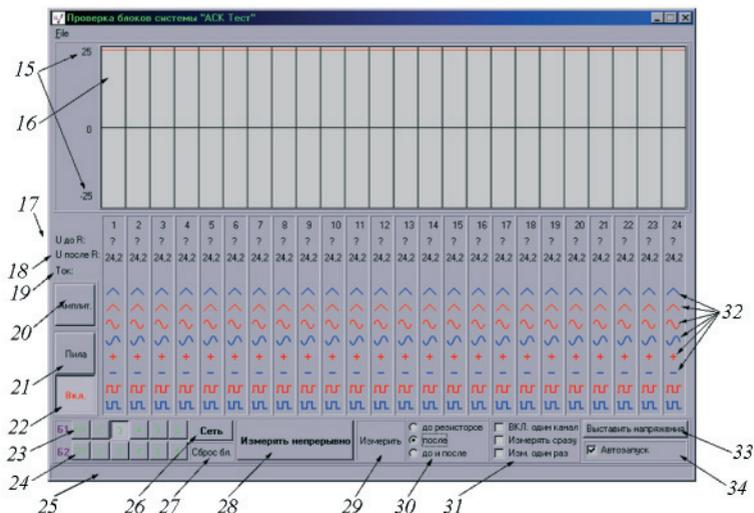
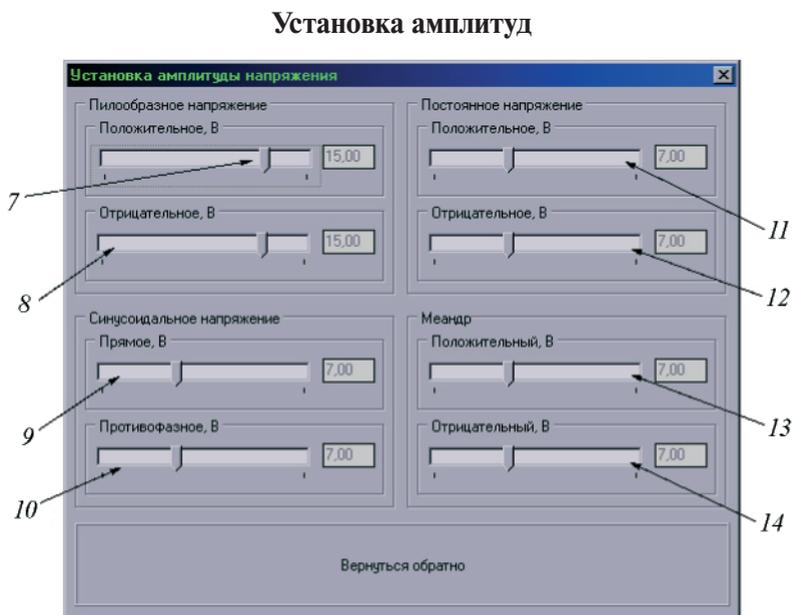

Рис. 13
Рис. 14
При запуске программы на экране появляется главная форма приложения (рис. 13).
Предназначена для регулирования амплитуды каждой из восьми возможных форм напряжений и становится активной при нажатии кнопки № 20 (рис. 13). Внешний вид представлен на рис. 14.
10. Убедиться в успешной загрузке программного обеспечения (дождаться появления на экране компьютера изображения рис. 13).